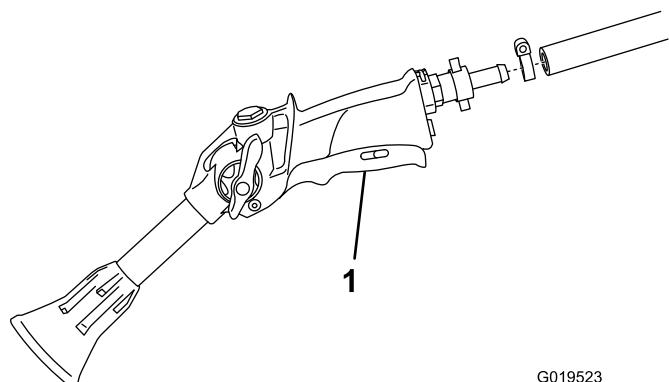

Figura 11
- Conecte el extremo libre de la manguera larga al acoplamiento de la pistola de fumigación (Figura 11).